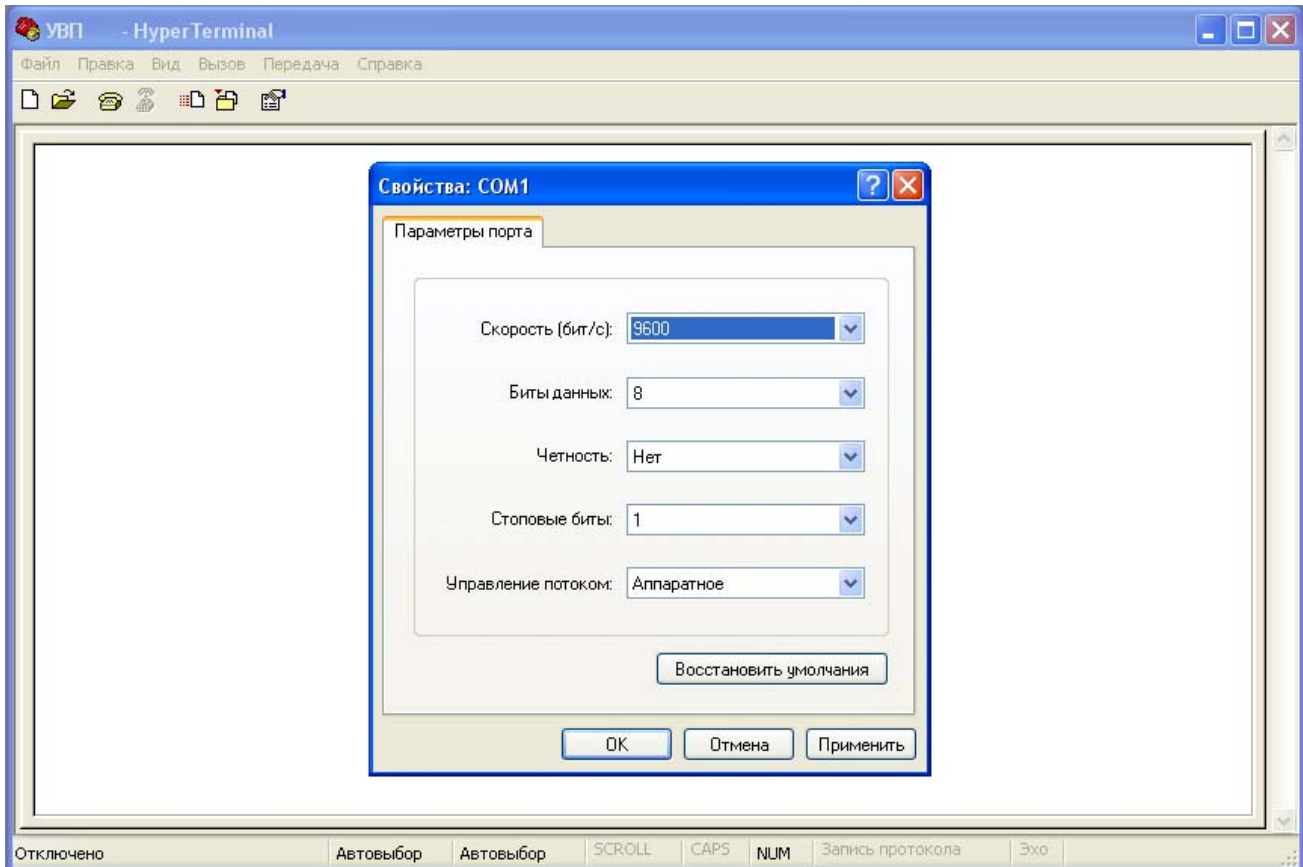

Рисунок 5
5) Выбрать скорость обмена данными 9600 бит/с, битов данных – 8, четность – нет, стоповые биты – 1, управление потоком – аппаратное (рисунок 5).